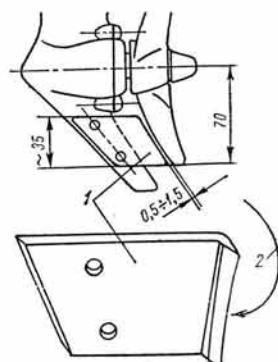

Рис. 2. Нож для очистки винта: 1 — нож из стальной пластины с отогнутым и заточенным концом; 2 — направление вращения гребного винта (на "Салюте" — левое)
Можно предложить простое устройство для срезания водорослей, описанное в "Катерах и яхтах" № 1(53) за 1975 г. (рис.2) применительно к мотору "Салют".